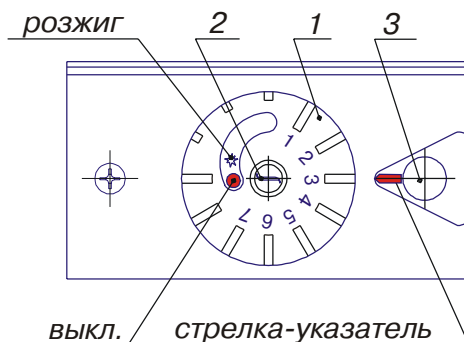

Рис. 2. Блок газовый :
- 3) ручку-указатель (рис. 2 п. 1) терморегулятора газового блока установить в положение «выключено-0» по часовой стрелке до упора;
- 4) повернуть ручку-указатель (рис. 2 п. 1) против часовой стрелки а положение «пилот-*»;
- 5) нажать кнопку (рис. 2 п. 2) ручки-указателя терморегулятора (кнопка магнитного клапана) до упора, стравить воздух; нажать до щелчка кнопку
б) отпустить кнопку (рис. 2 п. 2) ручки-указателя. Пламя запальной горелки не должно погаснуть. Повернуть ручку-указатель (рис. 2 п. 1) на отметку “4” для подачи полного расхода газа на основную горелку. После возгорания основной горелки установить желаемую температуру нагрева воды поворотом ручки-указателя терморегулятора.